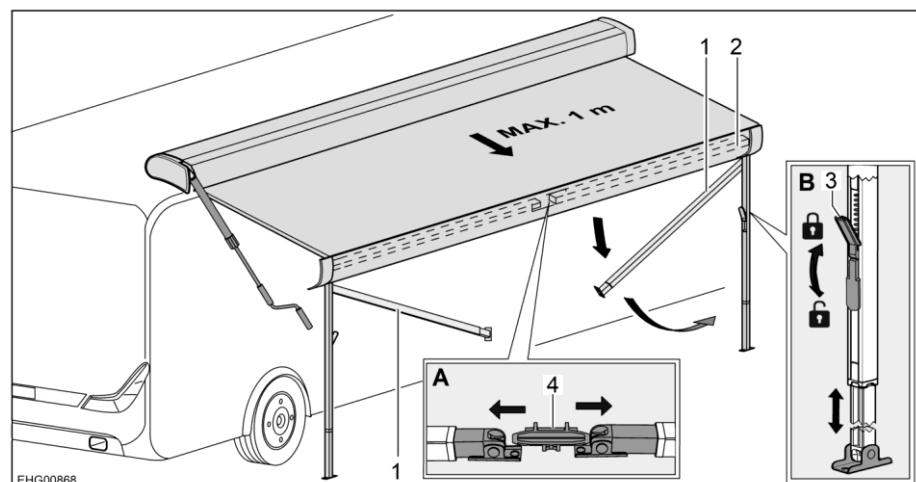

Bild 46 Stützfüße vorbereiten
- Stützfüße (Bild 46,1) aus Halterung (Bild 46,4) in der Frontleiste (Bild 46,2) lösen. Dazu Stützfüße leicht nach außen drücken (Bild 46,A).
- Verriegelungen (Bild 46,3) der Stützfüße lösen. Dazu den Verriegelungshebel nach unten klappen.
- Unteren Teil der Stützfüße bis zur gewünschten Länge herausziehen (Bild 46,B).
- Verriegelungen (Bild 46,3) der Stützfüße schließen. Dazu den Verriegelungshebel nach oben klappen.